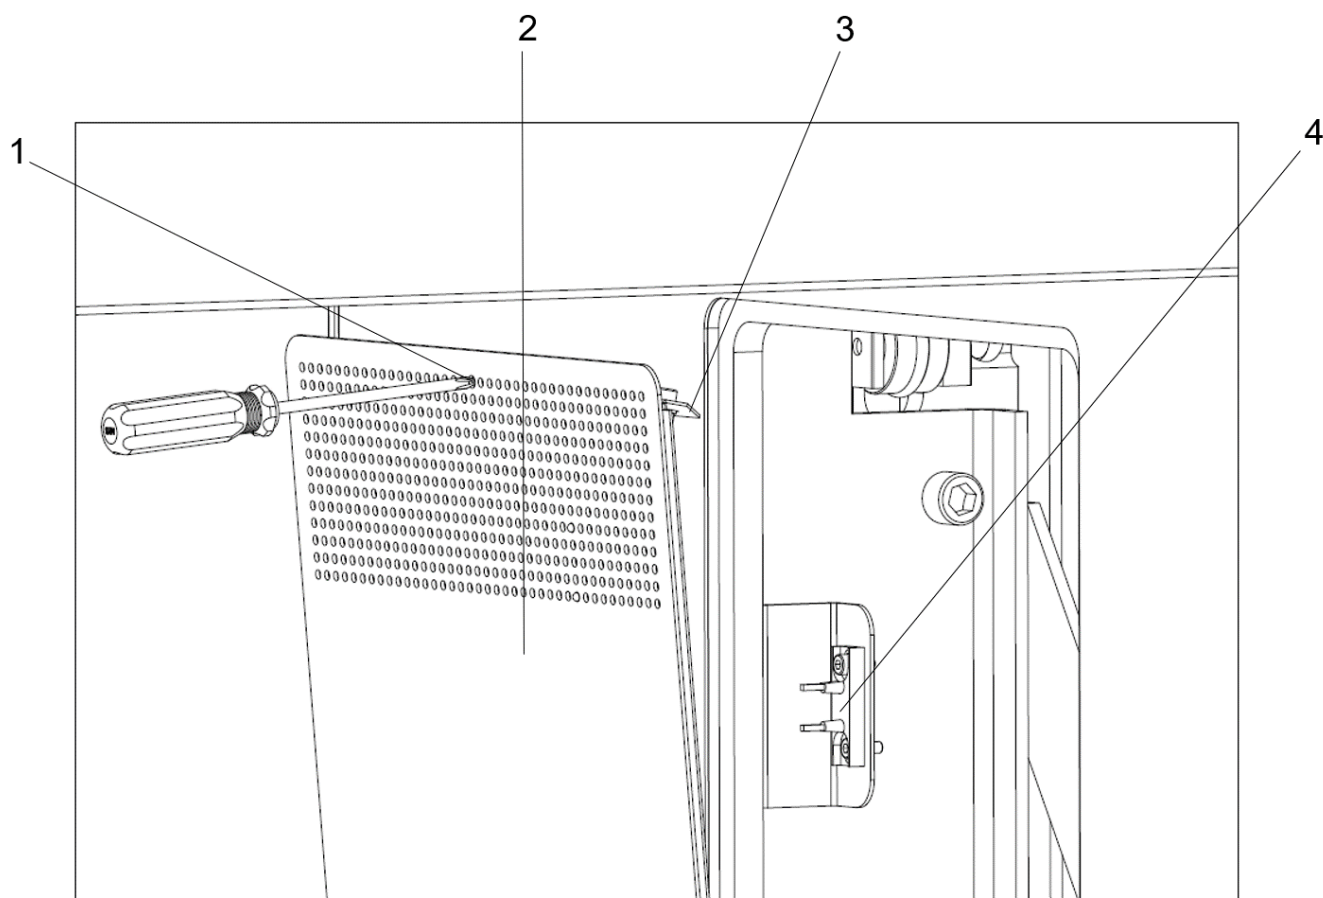

Fig. 22 Demontering av manöverpanelen
3. Lossa manöverpanelen (2) genom att sticka in någonting långt och tunt, till exempel en skruvmejsel, i öppningshålet (1) i övre delen av manöverpanelen och tryck mot manöverpanelens hållare (3), se Fig. 22. En säkerhetskontakt (4) på baksidan av manöverpanelen bryter säkerhetskretsen när manöverpanelen avlägsnas från hisskorgens vägg och försätter hisskorgen i ur-drift-läge.